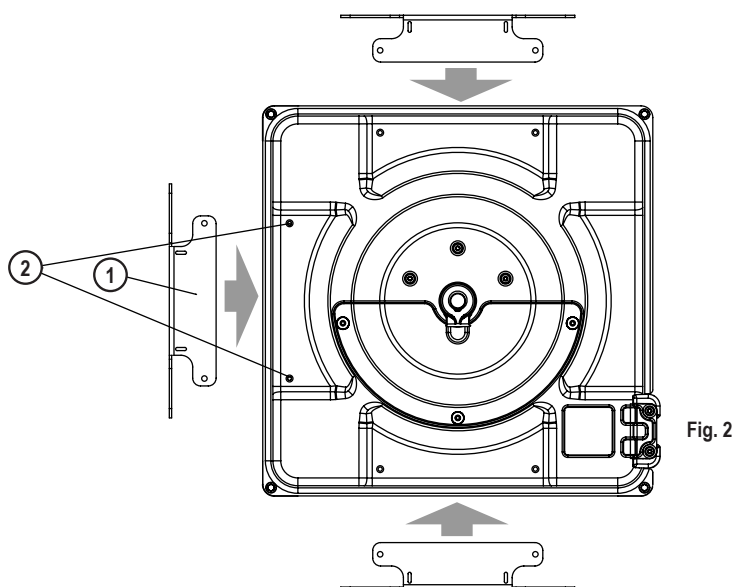

Fig. 2
1. To mount the hose reel, first assemble the base (1) (fig. 2) on the desired hose reel flank. Then, use the sheet metal screws (2) (fig. 2) to attach the base to the casing. It is possible to attach the base in 3 different positions (fig. 2).
1. För att montera slangrullen monterar du först basen (1) (fig. 2) på önskad slangrulleflank. Använd sedan plåtskruvarna (2) (fig. 2) för att fästa basen på höljet. Det går att fästa basen i tre olika lägen (fig. 2).